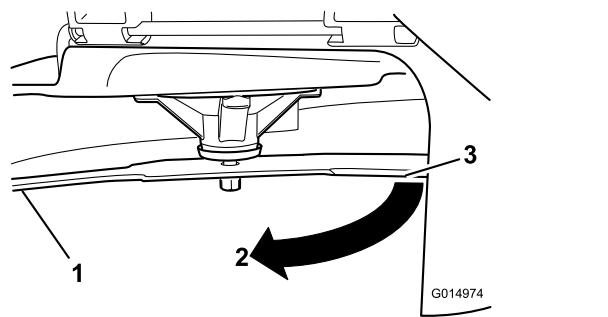

Figura 54
4. Gire la misma cuchilla 180grados de manera que el otro extremo esté en la misma posición (Figura 54).